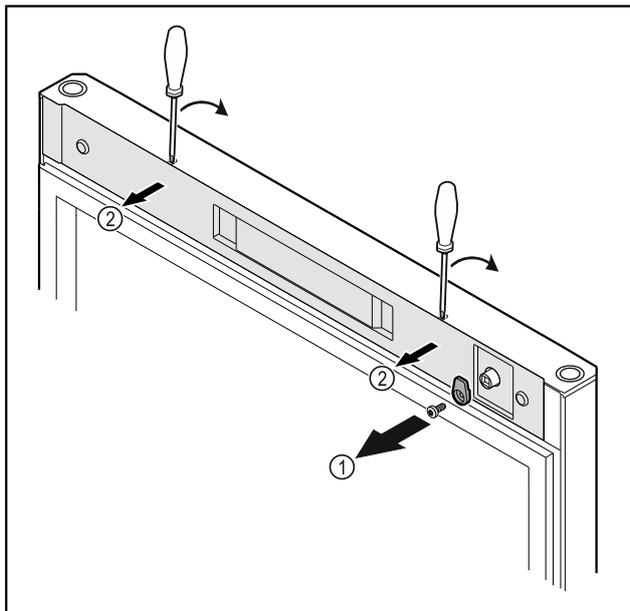

Fig. 14
- ▶ Развийте затварящата кука Fig. 14 (1).
- ▶ Откопчайте капака Fig. 14 (1) с малка отвертка и го свалете.